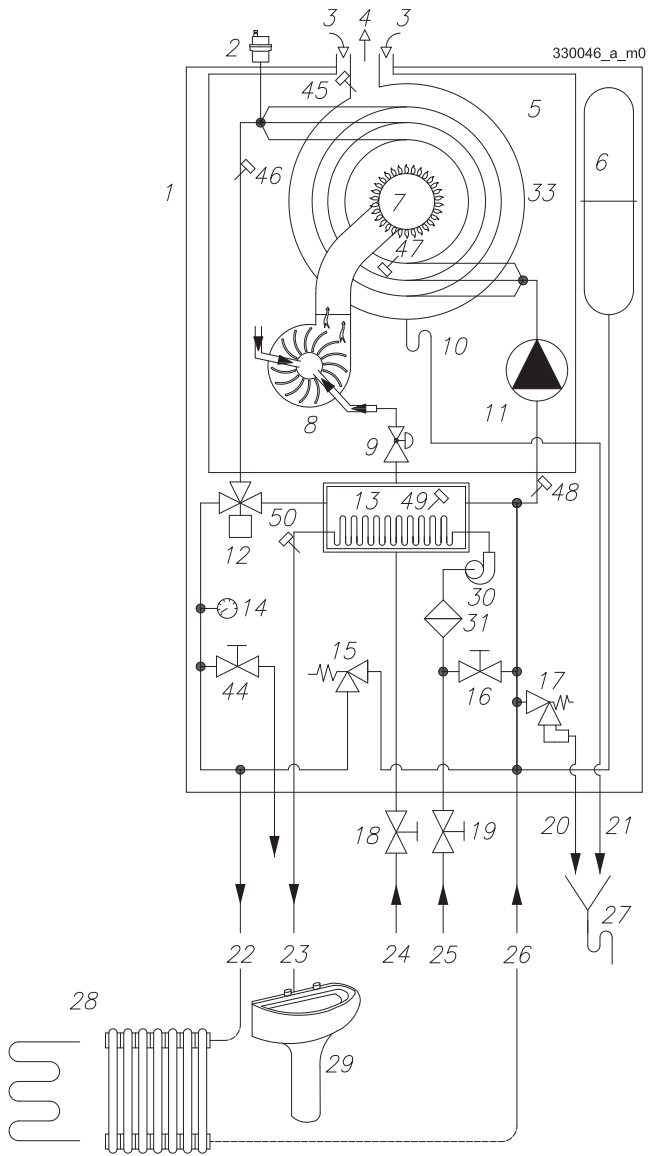

Figura 4-1 - Modelli 24K/P - 34K/P
**“K” - “P”** - Con questo apparecchio si può realizzare un impianto per la produzione di acqua calda sanitaria istantanea ed un impianto di riscaldamento con gli elementi riscaldanti funzionanti a temperatura compresa fra 30°C e 80°C. Un esempio di questa tipologia di impianto è esemplificato in Figura 4-1.